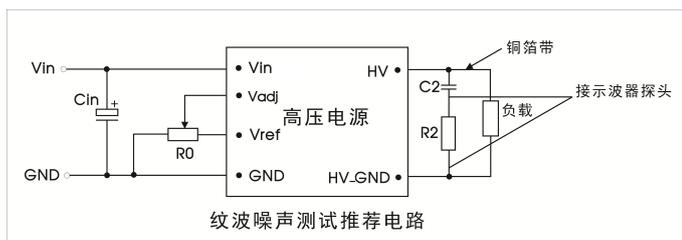

图5 纹波噪声测试推荐电路
①HV 输出电压精度优选推荐使用在输出保证范围值以内, 以获得更高的输出电压精度; 输出电压精度计算方法详见“设计参考-典型应用”;
②输出 HV_GND 与输入 GND 端子之间存在 200Ω (Typ.) 的电流检测电阻, 请勿将此两个端子短接, 否则将造成输出过流/短路/电流显示功能失效;
③Vmon 显示电压值计算方法详见“设计参考-典型应用”;
④Imon 显示电压值计算方法详见“设计参考-典型应用”;
⑤纹波噪声测试方法请参考图 5 纹波测试推荐电路; 如需进一步降低输出纹波噪声, 可在输出增加 RC 滤波器, 详见“设计参考-典型应用”;
⑥输出电压由 10%HV 上升至 90%HV 的时间;
⑦输出负载实际电流大于输出过流保护恒流值后, 产品退出恒压控制模式而进入恒流控制模式, 此时输出电压将低于输出电压设定值, 负载越重, 输出电压越低;
⑧输出短路时输入电流较大, 需控制输出短路持续时间不超过 1min, 避免产品过热而失效。